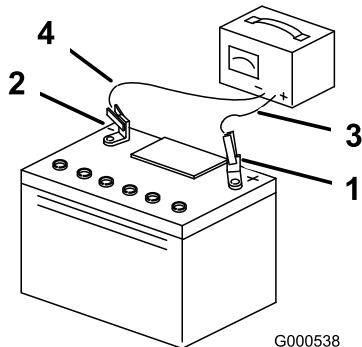

**Bild 49**
3. Ziehen Sie den Stecker des Ladegeräts aus der Steckdose, wenn die Batterie ganz aufgeladen ist. Klemmen Sie dann die Klemmen des Ladegeräts von den Batteriepolen ab (Bild 49).